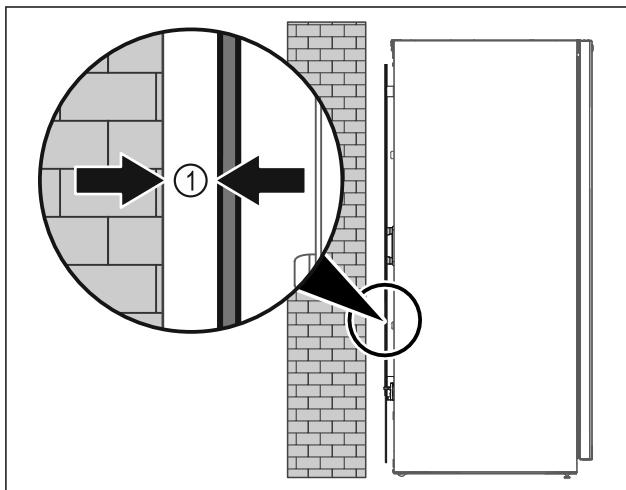

Fig. 8
- Поставете уреда свободностоящ в помещението или директно на стената на минимално разстояние от 5 mm Fig. 8 (1).